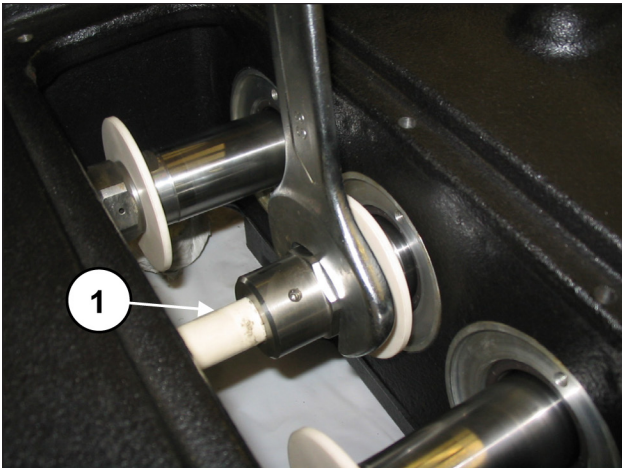
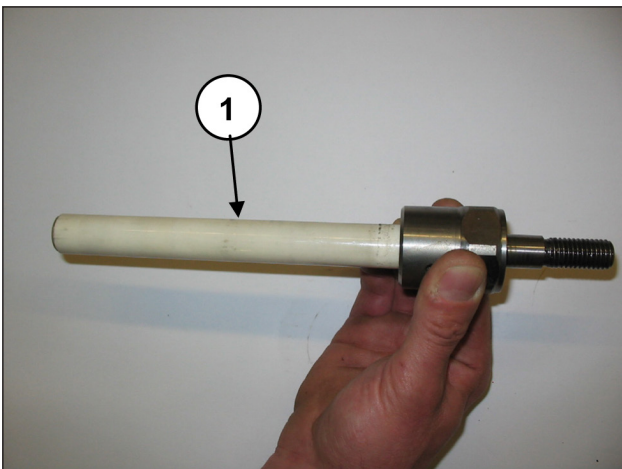

Abb. 122
Abb. 123
Demontieren Sie die Pumpenelemente mit einem Gabelschlüssel (Pos. ①, Abb. 122) und überprüfen Sie ihren Verschleißzustand (Pos. ①, Abb. 123). Tauschen Sie diese bei Bedarf aus.